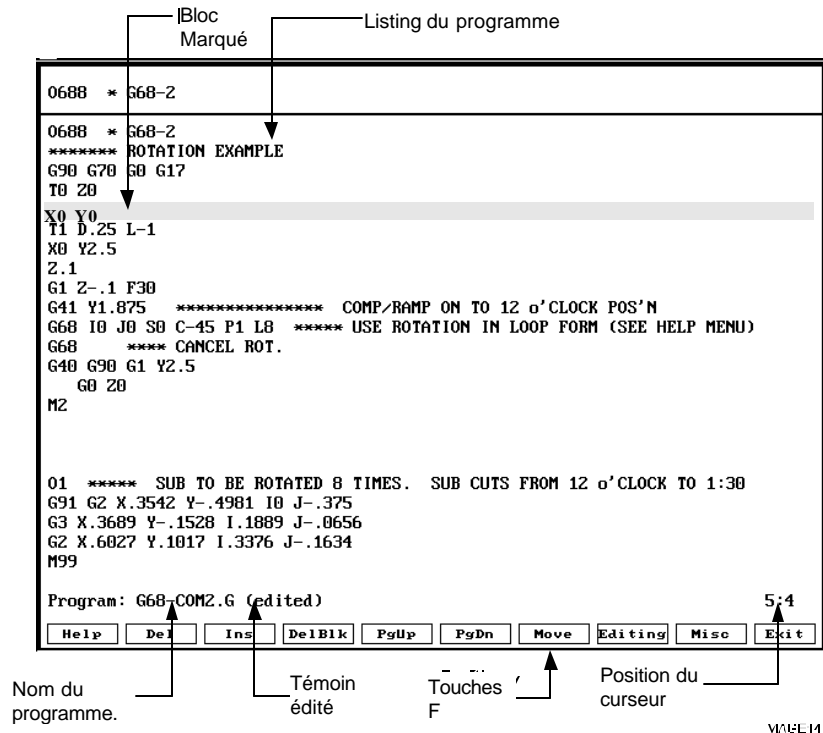

Figure 6-1, Ecran d'Édition
1. Le programme approprié étant chargé, appuyer sur **EDIT (F3)**. L'écran édit s'active et **Ins (F3)** se met en surbrillance. Voir **Figure 6-1. Ecran d'Edition**.